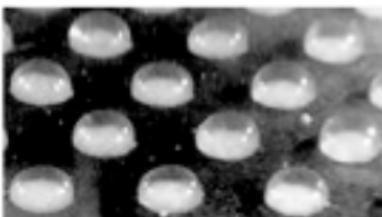

Fig. 1
8. Cuando el temporizador emita un pitido, compruebe las microbóvedas para ver si están todas listas para retirarlas: levantadas, transparentes y brillantes (Fig. 1).